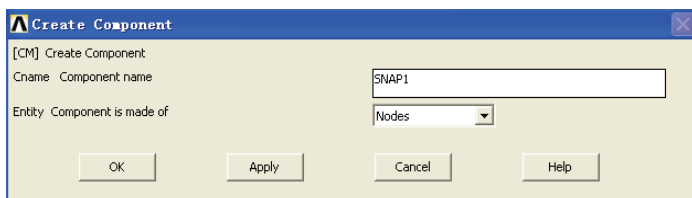

图 5-181 生成组元对话框
4) 选择 Utility Menu | Select | Comp/Assembly | Create Component 命令, 出现 Create Component 对话框, 在 Cname Component name 输入栏中输入 SNAP1, 在 Entity Component is made of 下拉菜单中选择 Nodes, 如图 5-181 所示, 单击 OK 按钮关闭该对话框。